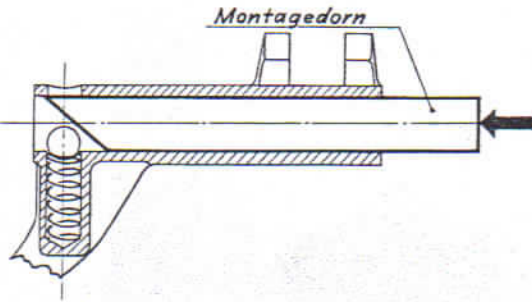

Abb. 37
- 26. Schaltgabel für Rückwärtsgang mit Feder und Kugel versehen. Darauf angeflachten Dorn in Schaltgabel einführen, so daß Feder und Kugel nach unten gedrückt werden (Abb. 37).